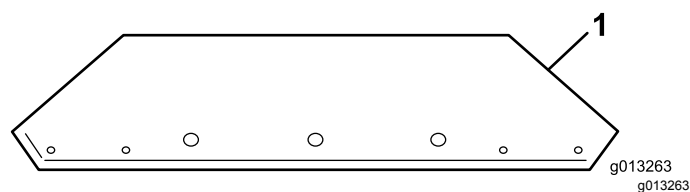
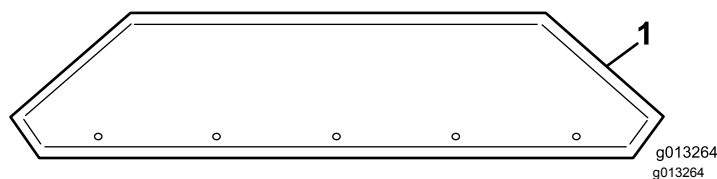

Figura 10
Figura 11
1. Estraete le prolunghe della tramoggia dalla scatola e individuate l'anteriore e la posteriore (Figura 10 e Figura 11).